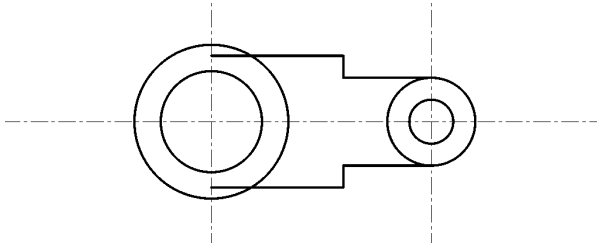

Рисунок 1.23 – Вигляд зображення 3
1.2.14 Створити нижню частину виду за допомогою команди **MIRROR**. Для цього треба відмітити накреслений у попередньому пункті елемент (окрім осьових та кола) безпосередньо курсором або вибирати рамкою. Вісь симетрії вказати на горизонтальній вісі, обравши на ній дві довільні точки. Видаляти попередній об'єкт не треба (ключ **N**). Зображення повинне мати вигляд, наведений на рис. 1.23.